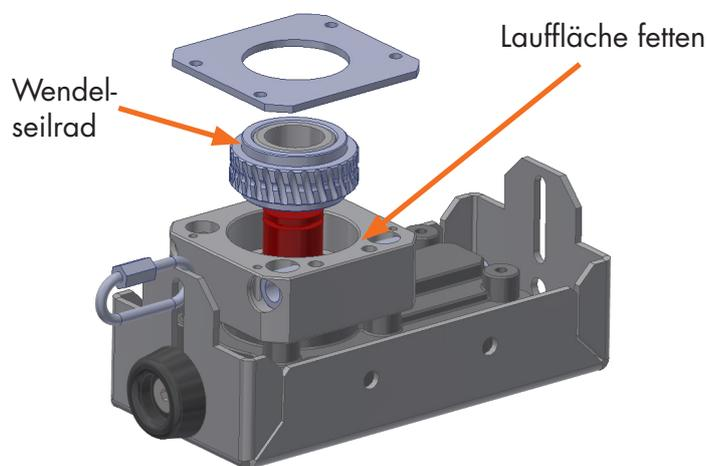

Abb. 35
7. Nur die Lauffläche des Freilaufs im Wendeseileinsatz mit Vaseline fetten (Abb. 35). Hierfür die Seilspannung etwas lockern, Abdeckblech abschrauben, Wendeseileinsatz herausnehmen und Vaseline auf die Welle auftragen.